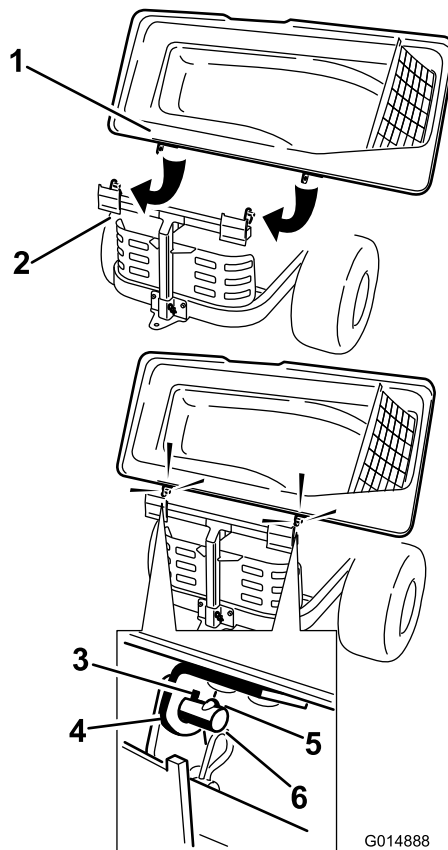

Figure 17
2. Faites pivoter le couvercle pour placer les trous de clavettes des supports supérieurs du système de ramassage en face des clavettes dans les tiges du cadre (Figure 17).